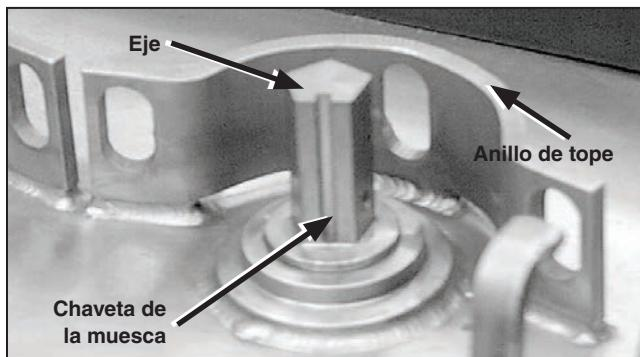

Figura 125. La chaveta de la muesca del operador.
**Nota:** Quizá sea necesario girar de forma manual el eje del moto-operador (dándole vuelta al disco de operación) para alinear la chaveta del operador con la chaveta de la muesca del operador. Ver Figura 125.